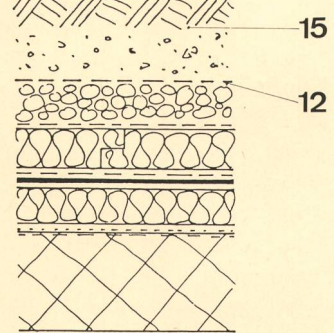

Fig. 13
- Dachhaut immer über Krone ziehen (Fig. 13).